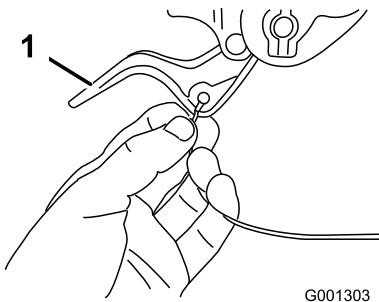

Figure 6
- Faites passer l'extrémité du câble gauche ou droit par-dessus la partie inférieure du guidon et insérez-la dans le trou du levier d'embrayage de roue correspondant (Figure 6).